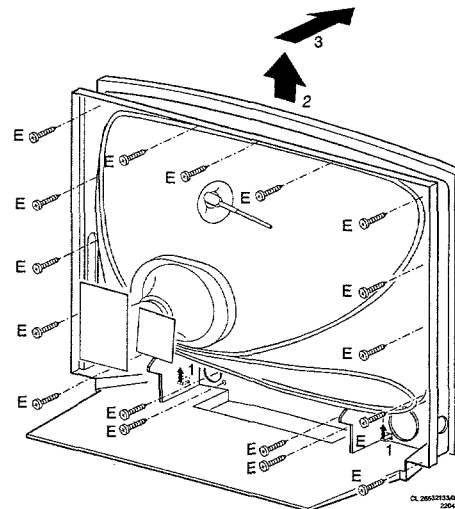

Fig.7
5. Retrait du masque de FL2 (fig.7)